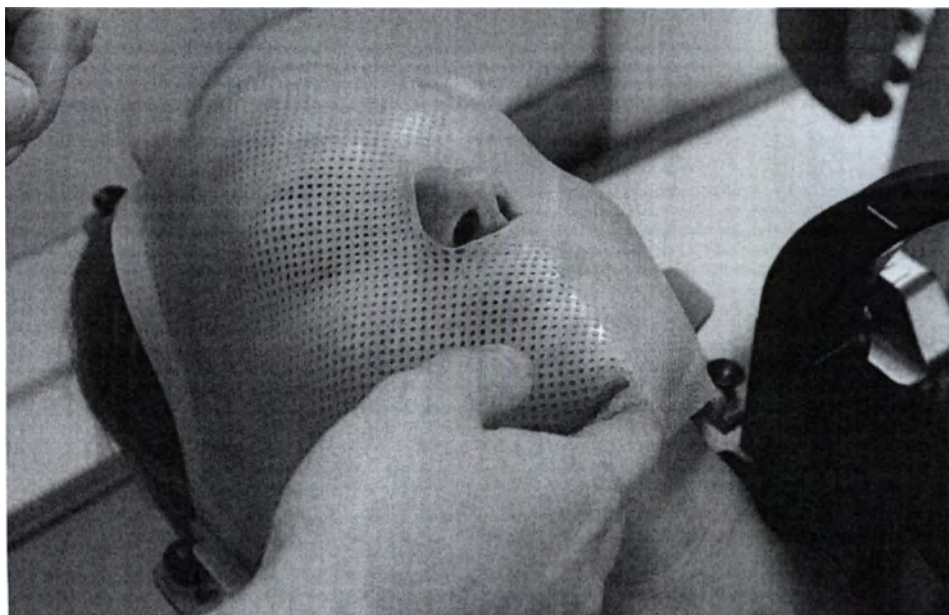

Рис. 5.16 Обертывание маски
- 20** Попросите пациента расслабить челюсть и оберните маску вокруг подбородка; см. **Рис. 5.16** .